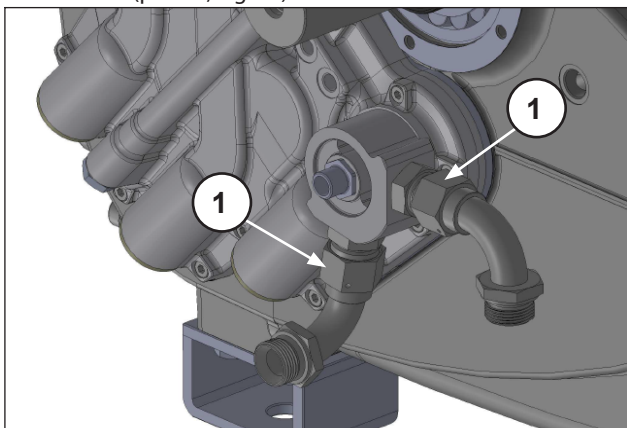

Fig. 18
Svitare e rimuovere le due curve di raccordo ai tubi scambiatore (pos. ①, Fig. 18).